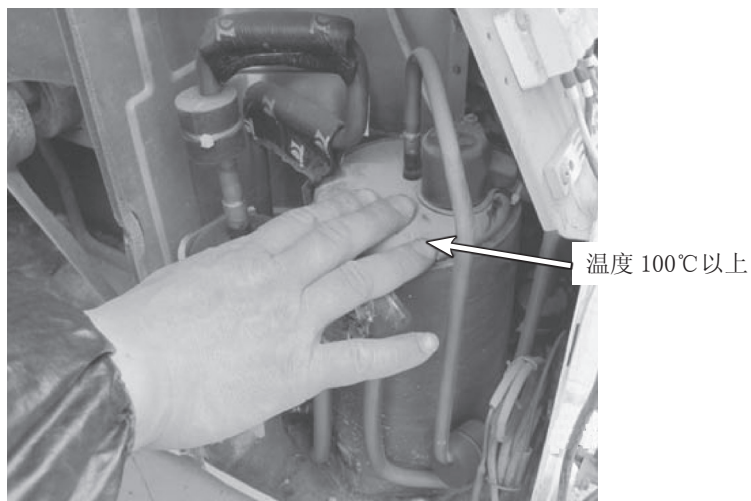

图 4-16 手摸压缩机
4) 用手触摸压缩机表面温度超过 100°C 以上，如图 4-16 所示。